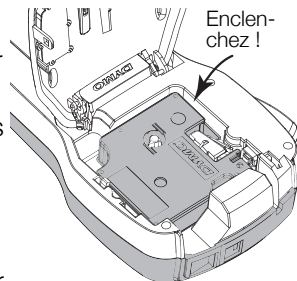

Figure 4
- 4 Appuyez fermement jusqu'à ce que la cassette s'enclenche. Voir la Figure 4.